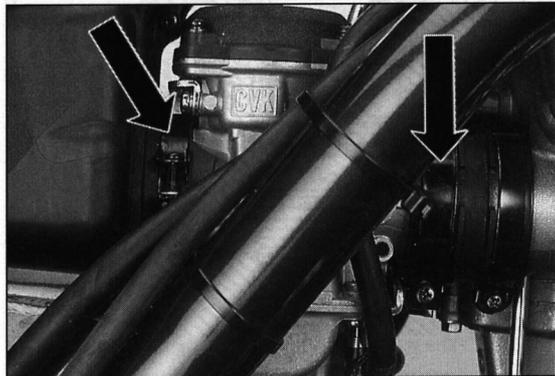

Bild 97
- Schlauchbänder zwischen Zylinderkopf und Vergasern/Luftfiltergehäuse und den Vergasern lockern (Bild 97).